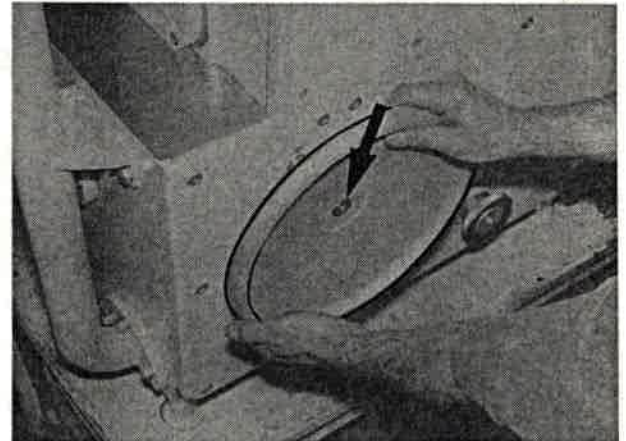

Bild 171
3. Maschine zur Sicherheit einige Takte am Handrad in Pfeilrichtung durchdrehen (Bild 171); dabei kontrollieren, ob alle Bewegungen störungsfrei ablaufen.